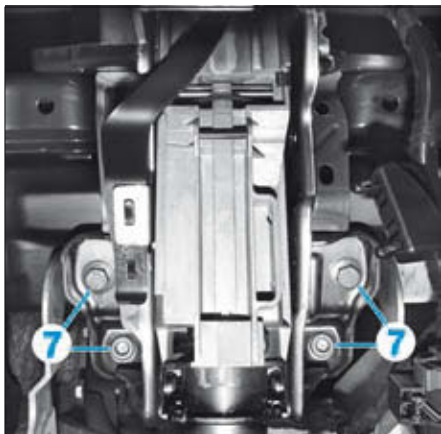

FIG. 6
- les vis (7) de la colonne de direction à la partie inférieure du palier de fixation et dévisser le support de pédale (Fig.6),